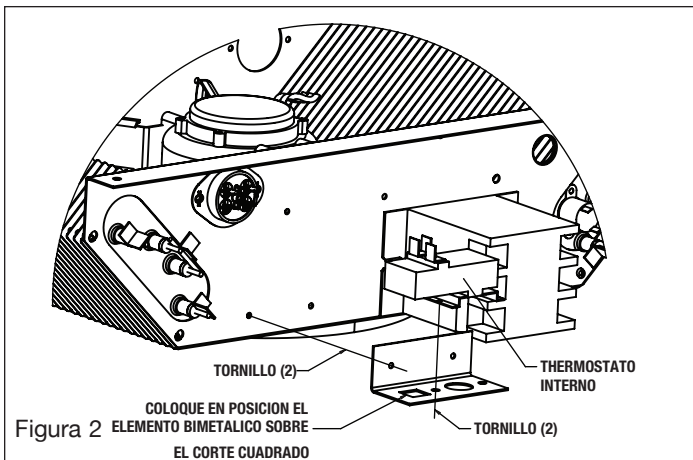

Figura 2
1. Instale el Termostato Interno en el calentador según se muestra en la Figura 2.